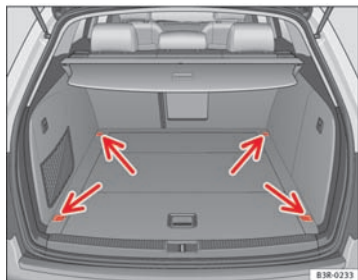

Fig. 117 Emplacements des œillets d'arrimage dans le coffre à bagages
- Arrimez les objets transportés à ces œillets d'arrimage ⇒ fig. 117 -flèches-.